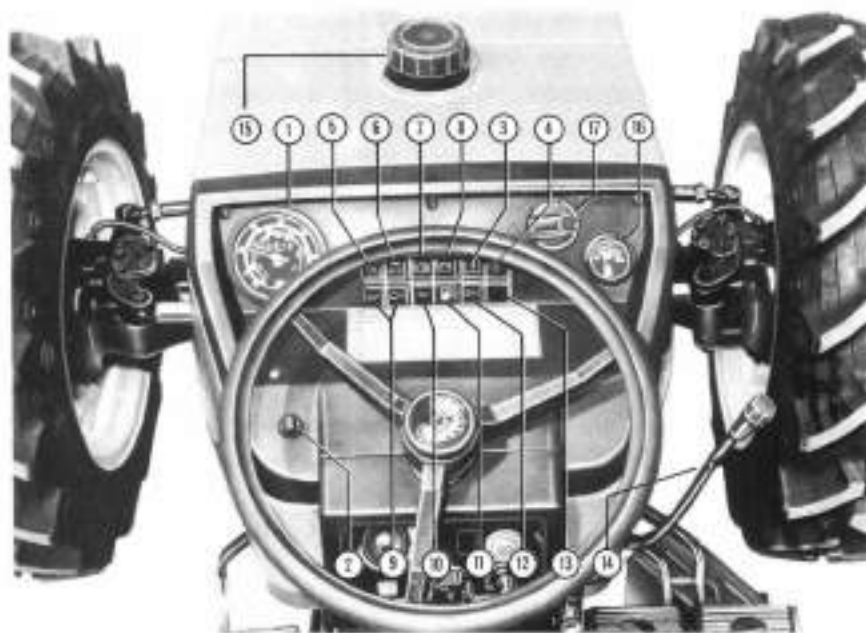

Fig. 3
**REMARQUE** - A fin de contrôler le correct fonctionnement de l'alternateur ainsi que du circuit de lubrification du moteur on peut vérifier si les deux témoins au tableau de bord sont allumés (8 et 10 fig. 3). Ils doivent toujours rester éteints même si le moteur est au ralenti. Dans le cas contraire, s'adresser en temps utile à un de nos centres d'assistance.